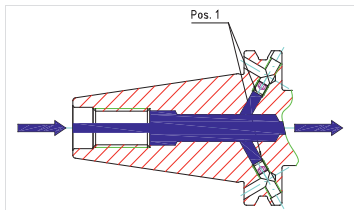

Abb. 10: Kühlmittelzuführung **Form AD/JD**
4. Schrauben Sie in den abgekühlten Werkzeughalter an „Pos. 1“ die Gewindestifte mit Schraubensicherung (Klebstoff) mittelfest ein (siehe *Abb. 10: Kühlmittelzuführung Form AD/JD*).